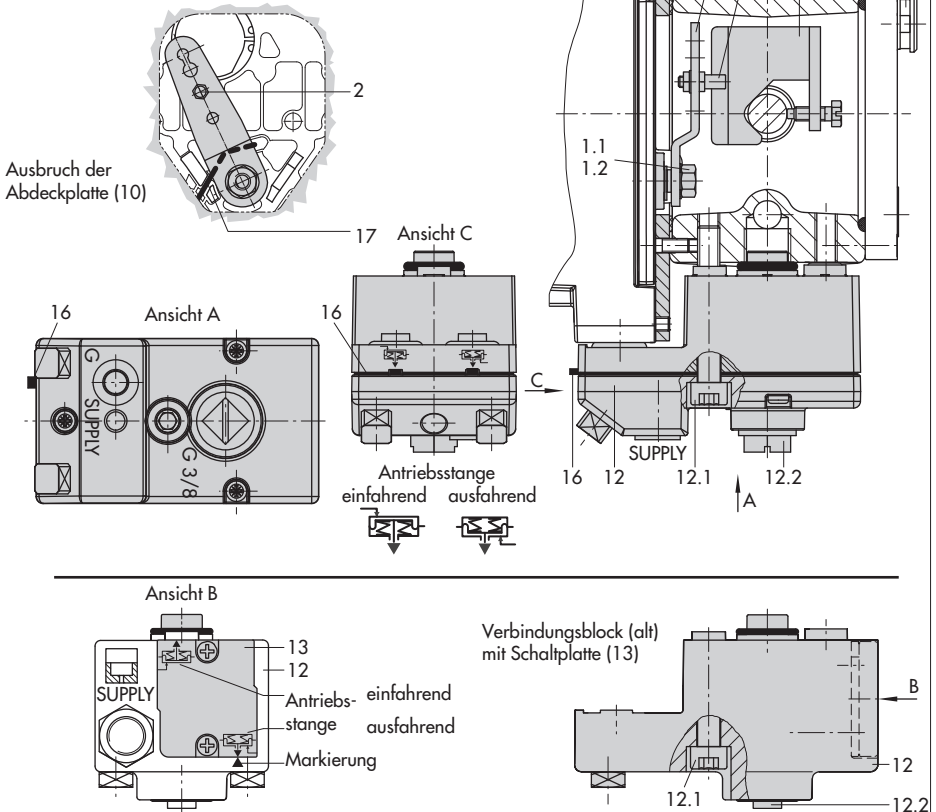

Bild 5 · Direktanbau – Stelldruckanschluss für Antrieb Typ 3277 mit 175 bis 750 cm²
Den Stellungsregler wie in Bild 5 dargestellt am Joch montieren. Der Stelldruck wird über den Verbindungsblock (12) auf den Antrieb geführt, bei Sicherheitsstellung „Antriebsstange ausfahrend“ intern über eine Bohrung im Ventiljoch und bei „Antriebsstange einfahrend“ durch eine externe Rohrverbindung.
1. Mitnehmer (3) an die Antriebsstange setzen, ausrichten und so festschrauben, dass die Befestigungsschraube in der Nut der Antriebsstange sitzt.
2. Abdeckplatte (10) mit schmaler Seite des Ausbruches (Bild 5 links) in Richtung zum Stelldruckanschluss befestigen, die aufgeklebte Flachdichtung (14) muss zum Antriebsjoch zeigen.
3. **Antriebe mit 355, 700 und 750 cm²:** Am Hebel M (1) den Abtaststift (2) aus Stiftposition **35** lösen und in die Bohrung für Stiftposition **50** verschrauben. **Antriebe 175 bis 350 cm² mit 15 mm Hub:** Der Abtaststift (2) verbleibt auf Stiftposition **35** (Lieferzustand).
4. Formdichtung (15) in die Nut des Stellungsreglergehäuses einlegen, dabei die vier Haltenippel über die Gehäuse-schrauben und die beiden Klemmnippel in die Gehäuseausparungen drücken.
5. Vorspannfeder (17) unter den Hebel (1) durch den Steg führen und in die Gehäusebohrung einstecken, Hebel (1) bis
6. Kontrollieren, ob die Zunge der Dichtung (16) seitlich am Verbindungsblock so ausgerichtet ist, dass das Antriebs-symbol für „Antriebsstange ausfahrend/einfahrend“ mit der Ausführung des Antriebes übereinstimmt. Andernfalls müssen die drei Befestigungsschrauben entfernt, die Deckplatte abgehoben und die Dichtung (16) um 180° gedreht wieder eingelegt werden. Beim alten Verbindungsblock (Bild 5 unten) muss die Schaltplatte (13) so gedreht werden, dass das entsprechende Antriebssymbol zur Pfeilmarkierung ausgerichtet ist.
8. Verbindungsblock (12) mit seinen Dicht-ringen an Stellungsregler und Antriebs-joch ansetzen und mit Befestigungs-schraube (12.1) festziehen. Bei Antrieb „Antriebsstange einfahrend“ zusätzlich den Stopfen (12.2) entfernen und die externe Stelldruckleitung montieren.